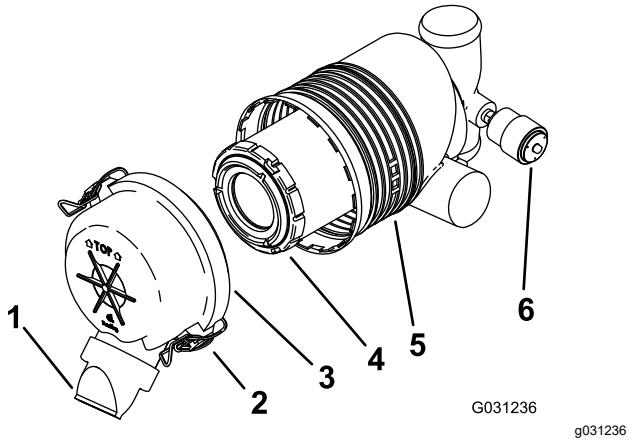

Figure 32
Important: Remplacez le filtre à air uniquement quand l'indicateur de colmatage est rouge (Figure 32). Ne remplacez pas le filtre à air plus fréquemment que nécessaire ; cela ne fait qu'accroître le risque de contamination du moteur par des impuretés quand le filtre est déposé.
5. Déverrouillez le filtre à air et détachez le couvercle du boîtier du filtre (Figure 32).
- Si l'indicateur de colmatage est transparent, reposez le couvercle du filtre à air, en orientant le capuchon protecteur vers le bas, et fermez les verrous (Figure 32).
1. Sortez l'élément filtrant du boîtier du filtre à air avec précaution (Figure 32).
3. Posez l'élément filtrant avec précaution (Figure 32).
4. Reposez le couvercle du filtre à air, le capuchon protecteur orienté en bas, et fermez les verrous (Figure 32).